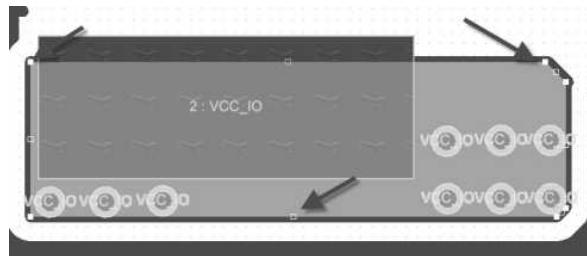

图 10-103 铺铜的形状及大小调整
(1) 铺铜的直接编辑：单击选中需要编辑的铺铜，即可看到此块铺铜的四周有一些白色“小点”，如图 10-103 所示，将鼠标光标放在白色“小点”上拖动，可以对此块铺铜的形状及大小进行调整。调整完成之后，记得对此块铺铜进行铺铜刷新（在铺铜上单击鼠标右键，选择执行命令“铺铜操作-调整铺铜大小”）。